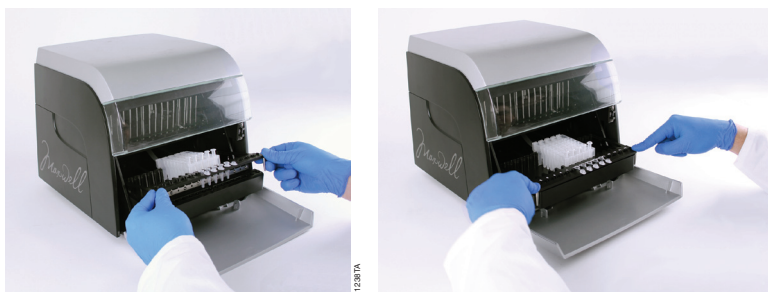

Figure 50. Placer le portoir dans l'appareil.
- Placer le portoir de la plateforme dans l'appareil tel qu'illustré dans la Figure 50. S'assurer que le portoir est entièrement engagé à l'intérieur de l'appareil.